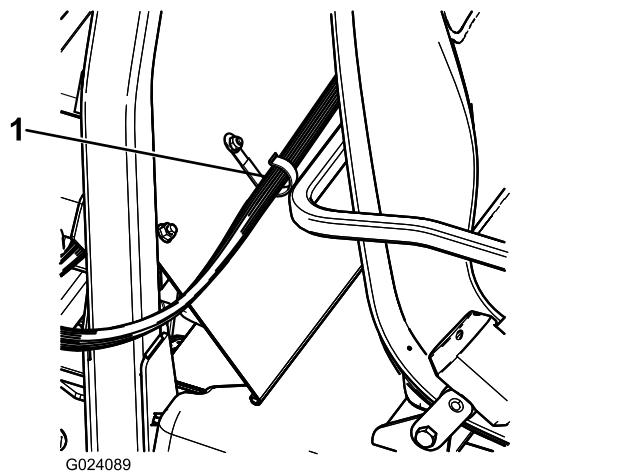

Figura 22
2. Installate un fermaglio a J dietro il sedile del passeggero (Figura 22) usando un bullone ($\frac{1}{4}$ " x $\frac{1}{2}$ ") e un dado flangiato ($\frac{1}{4}$ ").
3. Fissate il cablaggio del quadro di comando alla consolle e alla copertura del ROPS usando i fermagli a J (Figura 22).